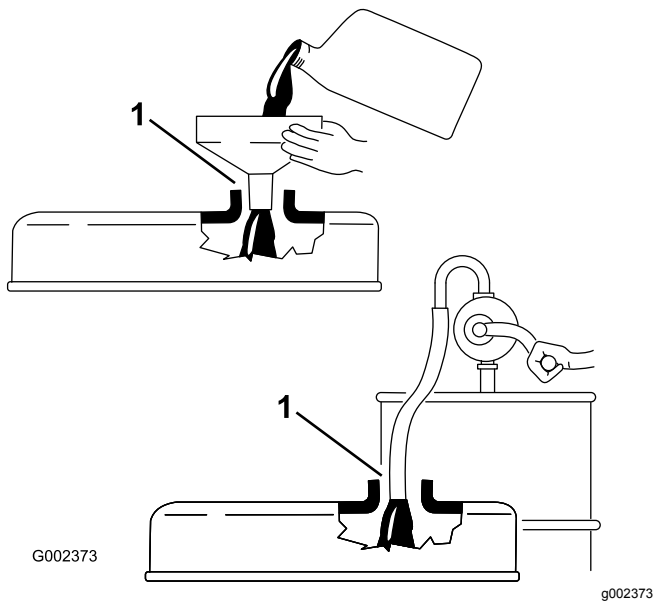

図 24
**重要** エンジンオイルを補給するときには、ディップスティックを抜いておいてください。エンジンオイルを補給する時には、補給口とジョウゴなどの間に **必ず** 図 24 に示すようなすき間が必要です。